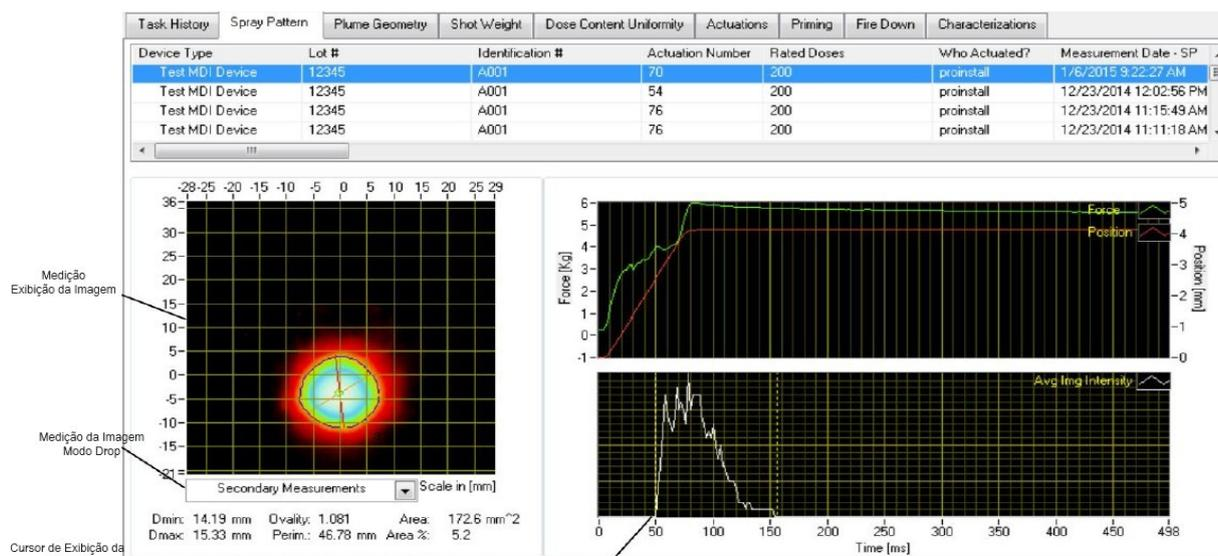

Figura 99. Controles de visualização de dados da tarefa *Spray Pattern* padrões de pulverização.
- Veja que o modo de exibição gráfico/tabular dividido da guia *Spray Pattern*, padrão spray/pulverização, inclui controles gráficos que permitem ao usuário reproduzir e visualizar os dados da tarefa do padrão spray/pulverização, conforme mostrado Figura 99.